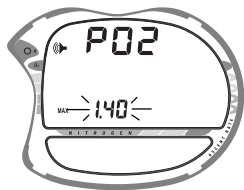

Fig. 35 - Einstellung Max PO_2 Alarm
- Die Anzeigen **PO2**, das Lautsprechersymbol erscheint, die Anzeige für den PO_2 -Wert blinkt (Abb. 35).